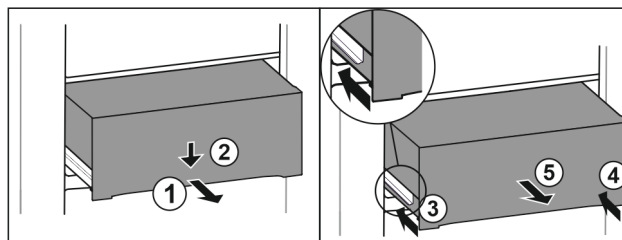

Fig. 106
- Zásuvku napůl vytáhněte. Fig. 106 (1)
- Stlačte zásuvku na přední straně dolů. Fig. 106 (2)
- Zasuňte levou kolejničku přibližně do 2 cm. Fig. 106 (3)
- Zasuňte pravou kolejničku přibližně do 2 cm. Fig. 106 (4)
- Vyjměte zásuvku dopředu. Fig. 106 (5)